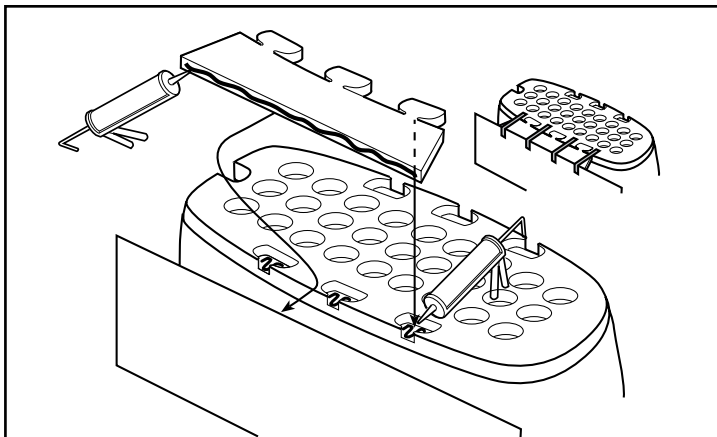

Figure 1
- 1 Attacher le support de tablier au bas de la baignoire (Figure 1). Fixer en place jusqu'à ce que l'adhésif sèche